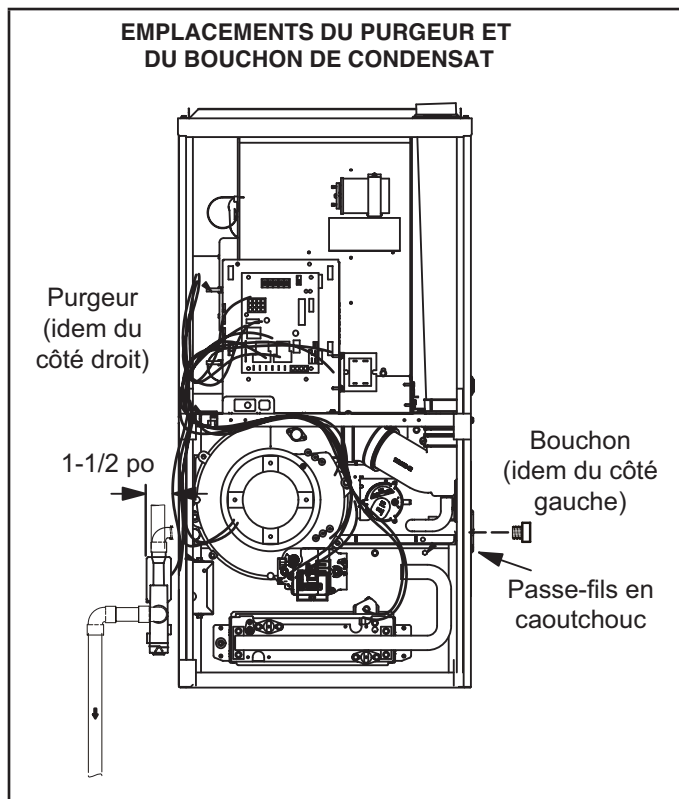
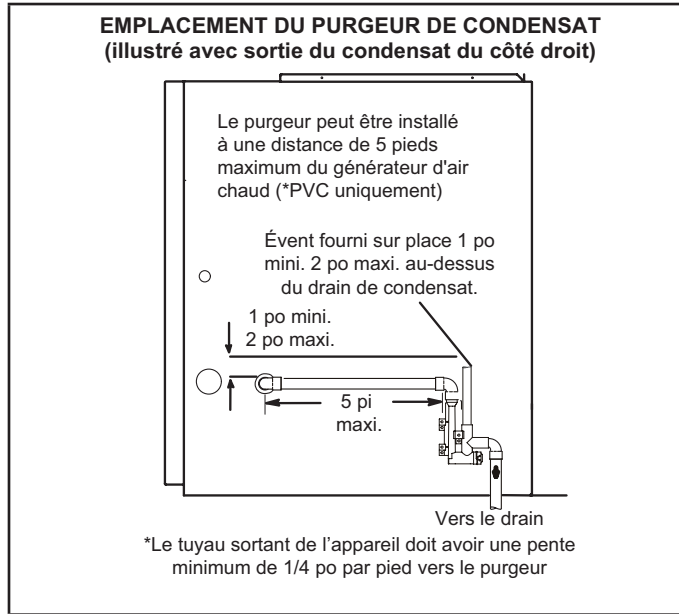

FIGURE 43
FIGURE 45
Cette unité est prévue pour une sortie à gauche ou à droite du tuyau de condensat. Voir les FIGURE 43 et FIGURE 45 pour les emplacements du purgeur de condensat.
- 2 - Utiliser un grand tournevis à tête plate ou une douille d'entraînement de 1/2 po pour retirer le capuchon (Figure 43) du boîtier du collecteur de l'extrémité froide à l'emplacement approprié sur le côté de l'appareil. Installer un coude de 3/4 po NPT sur le boîtier du collecteur de l'extrémité froide. Utiliser de l'adhésif au Téflon ou un enduit d'enrobage approprié.